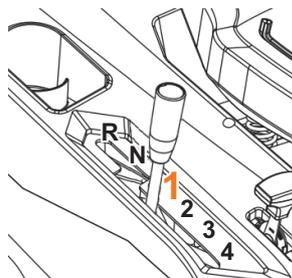

Рис. 18
4. Переместите рычаг переключения передач в первое положение и отпустите стояночный тормоз (Рис. 18).